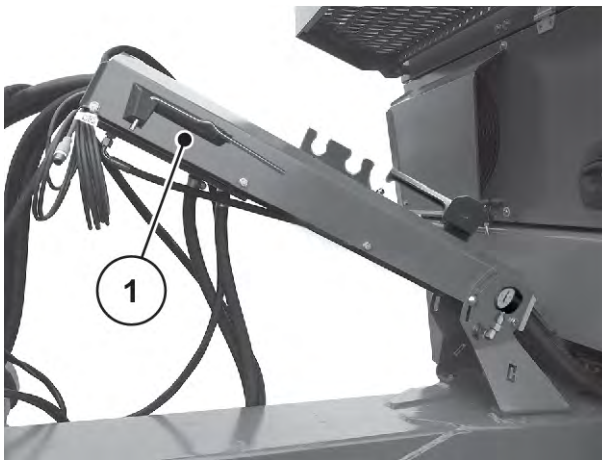

Abb. 67: Lage des Einstellhebels
- ▶ Einstellhebel wieder in die dafür vorgesehene Halterung ablegen. Siehe *Abb. 67 Lage des Einstellhebels*